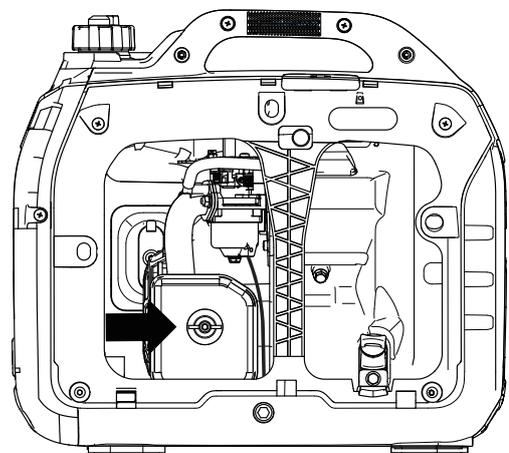

Figura 14: Svitare il coperchio del filtro dell'aria
3. Svitare il coperchio del filtro dell'aria e abbassare il coperchio (vedere la Figura 14).